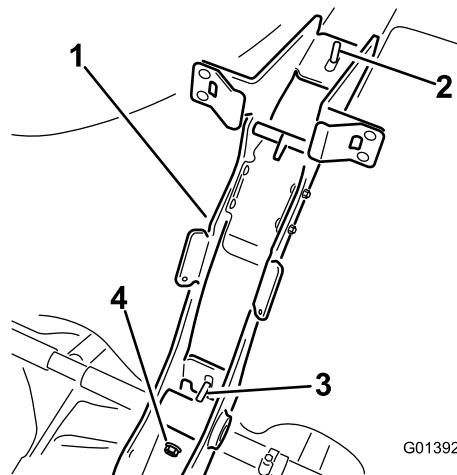

Figura 4
8. Prenda a estrutura de suporte principal na cinta do depósito utilizando 2 porcas de flangeadas (3/8 - 16) (Figura 4).